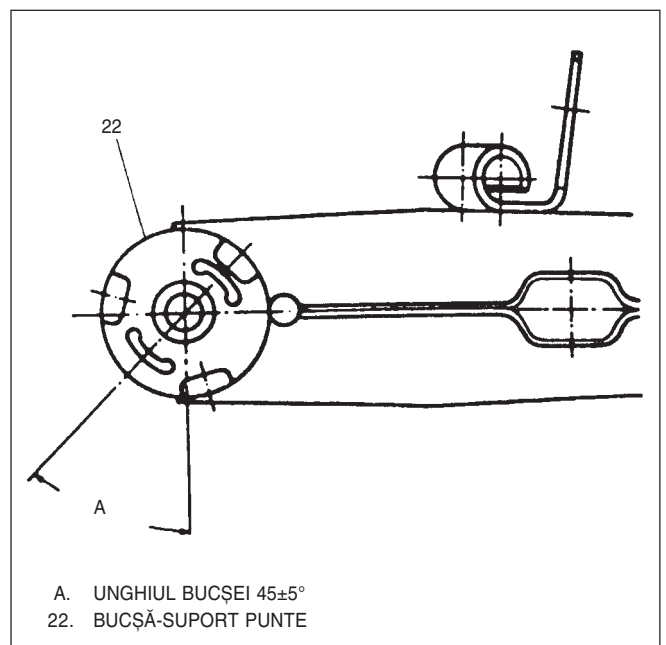

Fig. 5 Alinierea bușei
- C. Se instalează bușă nouă (22) pe șurubul de la KM-158 și se poziționează în lăcaș, apoi se aliniază dispozitivul de instalare al bușei. Pentru a potrivi corect bușele la instalare, se aliniază săgețile de pe cele două părți ale KM-158. Vezi fig. 5.